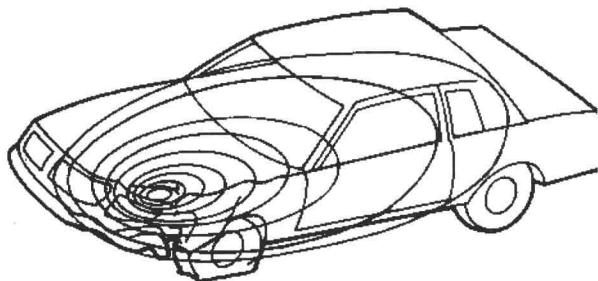

图 1-14 运用圆锥形法确定碰撞对承载式车身的影响
(2) 承载式车身碰撞分析 碰撞对承载式车身的影响可以用图 1-14 所示的圆锥形法进行分析。承载式车身结构的汽车通常被设计成能够很好地吸收碰撞时产生的能量。这样受到撞击时，汽车车身由于吸收撞击能量而产生变形，撞击能量通过撞击点向车身扩散，车身结构从撞击点依次吸收撞击能量，使撞击能量主要被车身吸收。将目测撞击点作为圆锥体的顶点，圆锥体的中心线表示碰撞力的方向，其高度和范围表示碰撞力穿过车身壳体扩散的区域。圆锥体顶点也即撞击点附近通常为主要的受损区域。